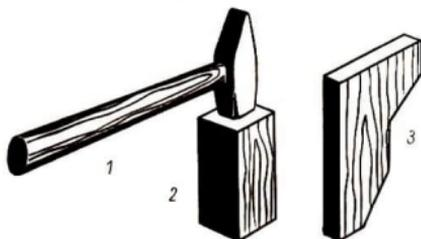

Bild 47 Arbeitsmittel zum Biegen
Arbeitsmittel. Zum Biegen von Metall benutzt man einen **Hammer** (1), ein **Schlagholz** (2) und eine **Biegelehre** (3) (Bild 47). Das Werkstück wird in den **Schraubstock** gespannt. Plast (PVC) biegt man mit Hilfe einer **Wärmequelle** (Wärmeschrank oder Abkantschiene) und entsprechender Biegeformen (Seite 63f).